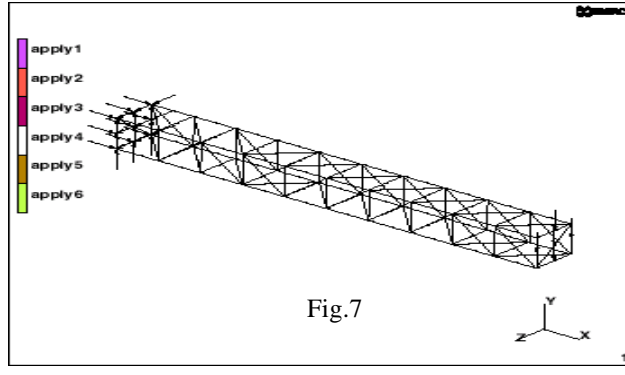

Fig.7
- (5) I-DEAS からユニバーサルファイルを書き出します。このとき、要素、節点、拘束、荷重に関するデータがファイルに出力されるよう設定しておきます。
- (6) 作成したユニバーサルファイルを MENTAT で読み込みます。Fig. 7 に MENTAT 320 で読み込んだ図を示します。但し、MENTAT 231 などバージョンが古い場合は、拘束条件と荷重条件が読み込めない場合があります。